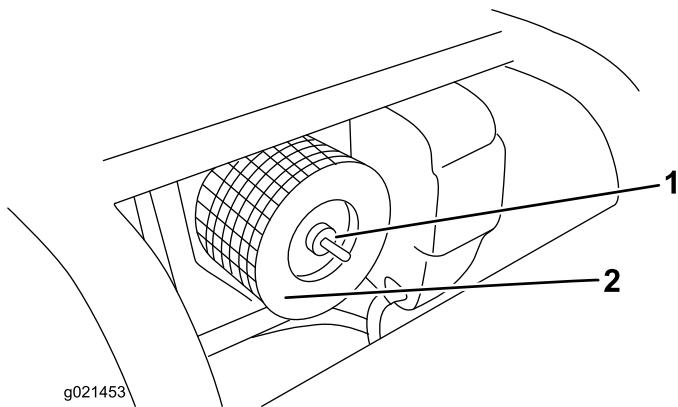

Figura 18
3. Desenrosque la tuerca y retire el elemento de papel (Figura 18).
6. Instale el cartucho del limpiador de aire, asegúrese de que está correctamente colocado, y sujetelo con la tuerca moleteada (Figura 18).